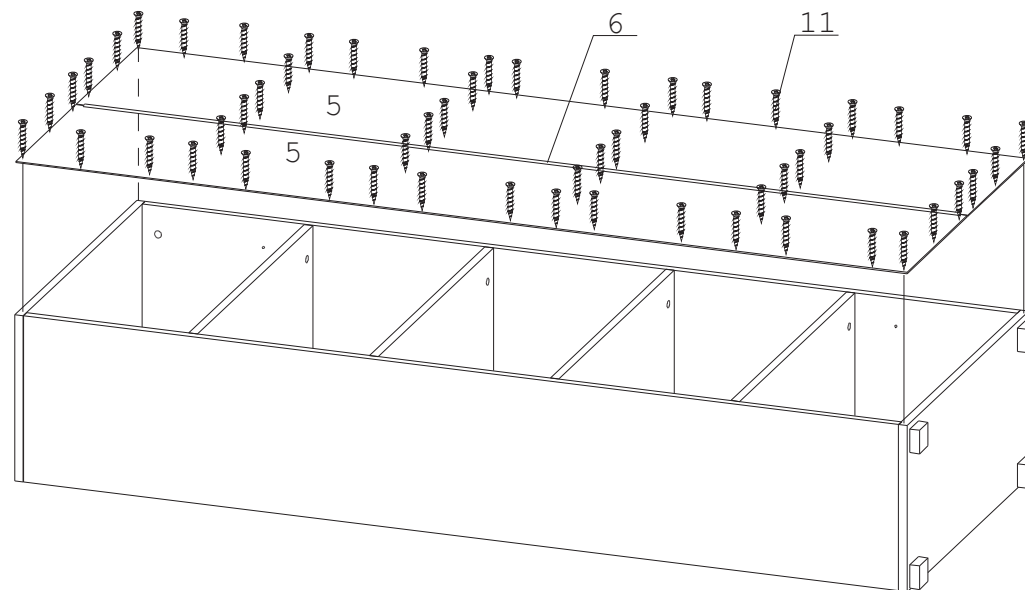

Рис. 7
8. Задние стенки 5 вставить в профиль 6. Уложить их на каркас стеллажа, прикрутить саморезами 11 на расстоянии примерно 150мм друг от друга (Рис. 7).